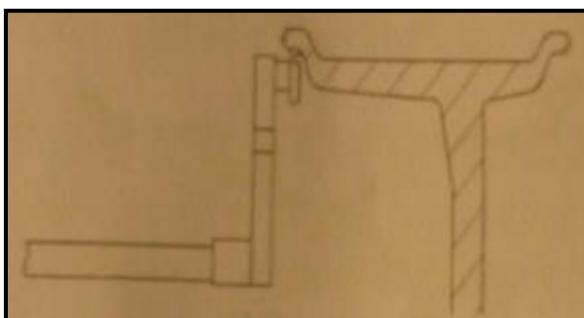

Рис. 7-2
Необходимо выдвинуть и повернуть штангу до соприкосновения ее наконечника с левой закраиной обода колеса (рис. 7-2). Все индикаторы СИД погаснут, см. рис. 7-3.
8.2.3 Необходимо выдвинуть и повернуть штангу до соприкосновения ее наконечника с левой крайней обода колеса, см. рис. 7-2. Нажать кнопку ALU, см. рис. 8-3, самокалибровка выполнена, установить измерительную штангу в первоначальное положение.
10.2.1 Ввести геометрические параметры обода колеса согласно рис. 7.2.
10.3.1 Ввести геометрические параметры обода колеса согласно рис. 7.2.